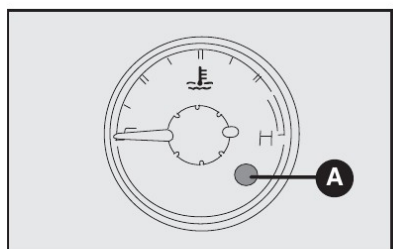

fig. 32
### INDICADOR DE TEMPERATURA DO LÍQUIDO DE ARREFECIMENTO DO MOTOR - fig. 32
**Advertência: se o indicador estiver no início da escala (temperatura baixa) com a luz-espia A-fig. 32 de excesso de temperatura ou com a luz-espia  do sistema de injeção acesa, é sinal de anomalia no sistema. Neste caso, procurar a Rede Assistencial Fiat.**